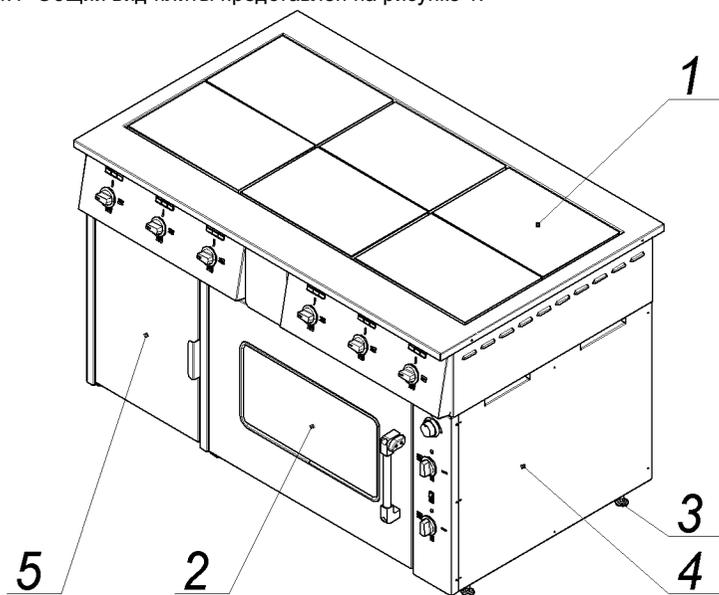
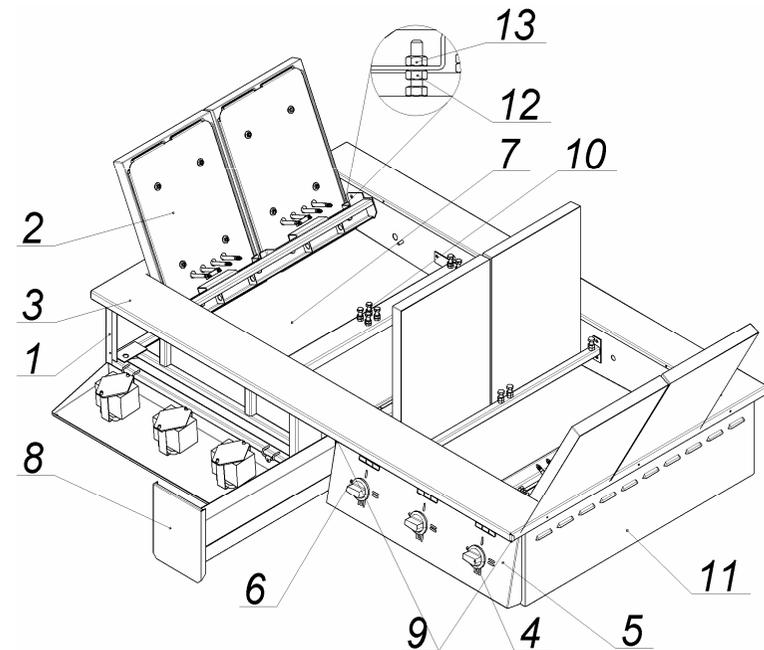
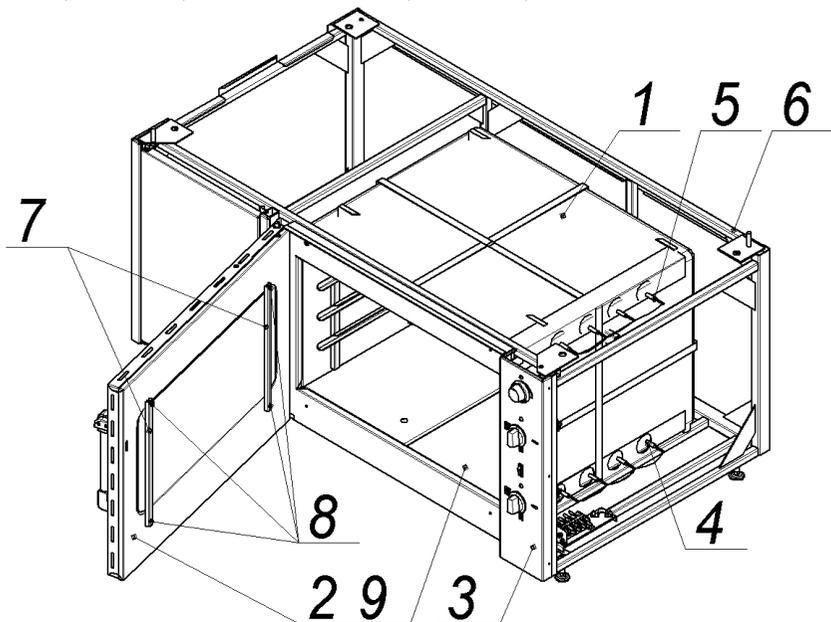
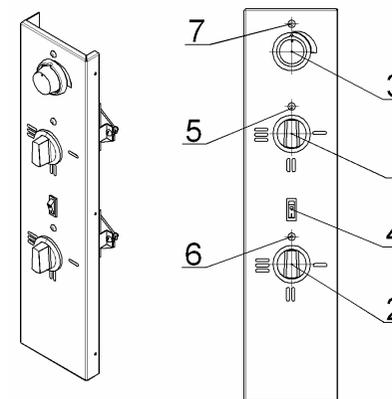

Рис.1
Рис. 2
Рис.3
Рис.4
4.3 Собственно плита (рис.2) установлена на жарочный шкаф (рис.1. поз.2) и состоит из каркаса (поз.1), с закрепленными на нём конфорками (поз. 2), столом (поз.3), облицовочными (поз.11) и приборными панелями (поз.5).
4.3.3 Для обслуживания и санитарной уборки, плита оборудована (см. рис.2) поддоном (поз.7) и выдвижным лотком (поз.8), так же обеспечен (см. рис.2) свободный доступ к внутренним поверхностям плиты:
4.4 Жарочный шкаф состоит из тепловой (рабочей) камеры (рис.3 поз.1), закрываемой дверкой (рис.3, поз.2) и приборной панели (рис.3, поз.3).
- Снять панель управления (рис.3, поз.3) или правую облицовочную панель (рис.1, поз.4);
- Снять панель управления (рис.3, поз.3) или снять правую облицовочную панель (рис.1, поз.4);
- Открыть дверку и вынуть из камеры подовые короба (рис.3, поз.9);
4.5 Приборы управления и светосигнальная арматура размещены (рис.4) на приборной панели (рис.3 поз.3), которая расположена с правой стороны шкафа.
4.5.1 Ступенчатое регулирование мощности верхних и нижних ТЭНов осуществляется установкой ручек переключателей (поз.1 и 2) в фиксированные положения, обозначенные на приборной панели символами **I, II и III**, что соответствует режимам нагрева ТЭНов: слабый, средний и сильный. При этом, изменяется мощность ТЭНов (см. раздел 2, табл.1, п.12). Отключение ТЭНов производится установкой ручек переключателей в положение «0» (напротив сигнальных ламп рис.4, поз.5 и 6).
Установка и автоматическое поддержание необходимой температуры (от 50 до 300⁰С) в камере осуществляется терморегулятором (рис.4, поз.3).
Переключатели верхних и нижних ТЭНов, а также терморегулятор снабжены сигнальными лампами (рис.4, поз.5, 6 и 7).
7.9 После окончания приготовления продуктов отключите напряжение, подаваемое на нагревательные элементы конфорок и шкафа, установив ручки переключателей конфорок (рис.2, поз.4), ручки переключателей верхних и нижних ТЭНов шкафа (рис.4, поз. 1, 2) и лимб терморегулятора шкафа в положение «0» (сигнальные лампы должны погаснуть).
7.4 Установите (по часовой стрелке) лимбом терморегулятора (рис.4, поз.3) температуру в камере шкафа, предусмотренную технологией приготовления продукта (должна загореться сигнальная лампа рис.4. поз.7).
7.5 Установите ручки переключателей (рис.4, поз.1 и 2) верхних и нижних ТЭНов в положения I, II или III (должны загореться сигнальные лампы рис.4, поз.5 и 6).